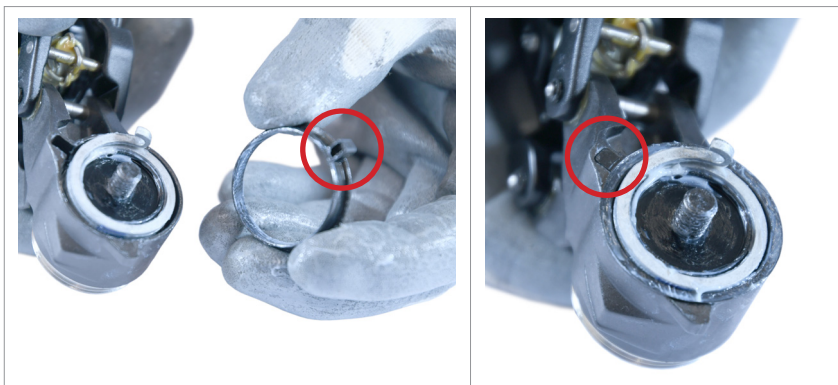

Fig.1
1) Insérez la bague d'étanchéité en prenant soin de la positionner correctement (Fig. 1).